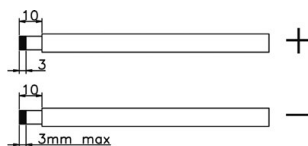

Figura 4.11 - Guaina isolante
1. Rimuovere 10 mm di guaina isolante (Figura 4.11) dai cavi positivo e negativo.